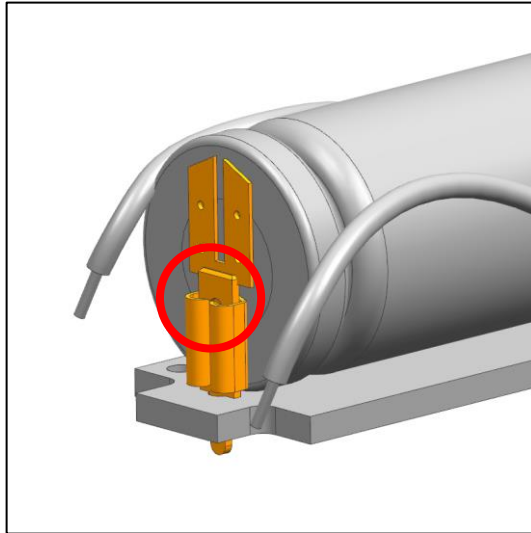
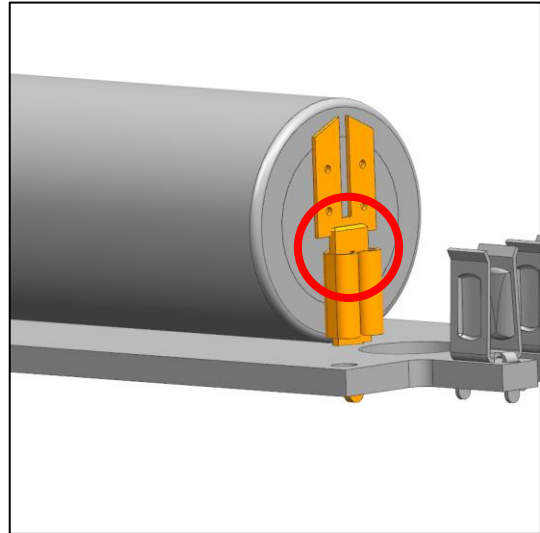

Abb. 35
Abb. 36
- c) Verlöten Sie den Akku an den Steckhülsen mit den Akkupins der Platine an den gekennzeichneten Stellen (Abb. 35, Abb. 36)